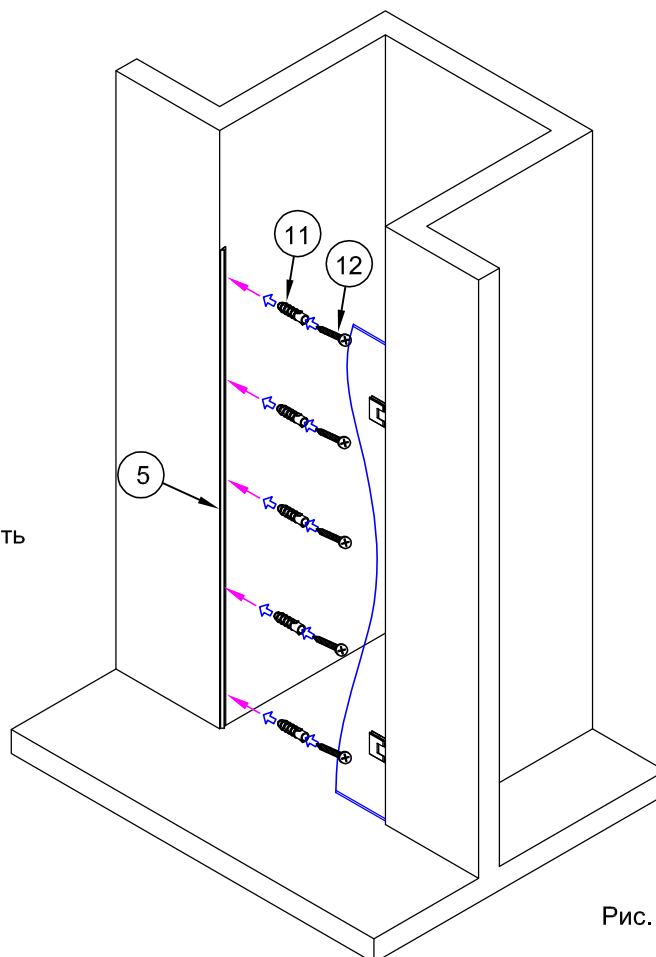

Рис. 6
Вставить в отверстия дюбели №11. При необходимости использовать молоток. (рис. 6)
2.5. Установить магнитную планку №5 на стену. Вставить в отверстия шурупы №12 и вкрутить их отверткой, закрепив планку на стене (рис.6).